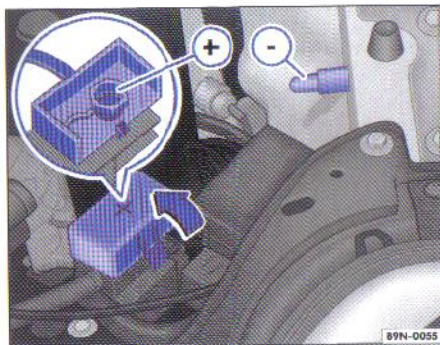

Fig. 39 Bateria în spate: Punctele pentru ajutorul la pornire
2. Ridicați, în compartimentul motor, capacul roșu al polului plus ⇒ fig. 39 ⊕.
2. Cuplați un capăt al cablului roșu la polul plus ⊕ al autovehiculului cu bateria descărcată ⇒ fig. 39 ⇒ ⚠.
5. Conectați celălalt capăt al cablului auxiliar negru (X) la autovehiculul cu bateria descărcată, de o piesă de metal masiv, care face parte din blocul motor, sau chiar de blocul motor, totuși nu în apropierea bateriei ⇒ ⚠.